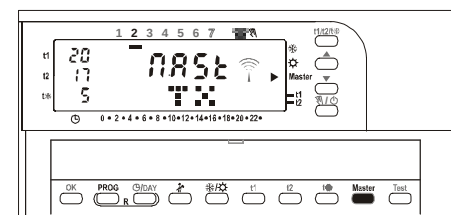

Fig. 4
- Die Taste Master drücken, bis am Display die Meldung "MASTER" erscheint, dann loslassen, Abb. 4.